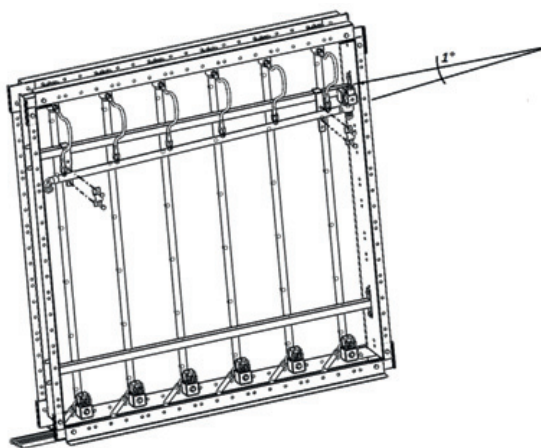

Fig. 3.b
4. положения форсунок и пробок каждого коллектора (Рис. 3.b).